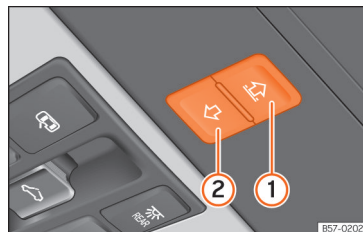

Abb. 83 Im Dachhimmel: Funktionsfläche zur Bedienung des Sonnenschutzrollos.
- Wenn sich das Sonnenschutzrollo innerhalb von 5 Sekunden immer noch nicht schließen lässt, drücken Sie den Taster » » (Abb. 83)
②, bis das Sonnenschutzrollo vollständig geschlossen ist. **Das Sonnenschutzrollo schließt ohne Einklemmschutz!**